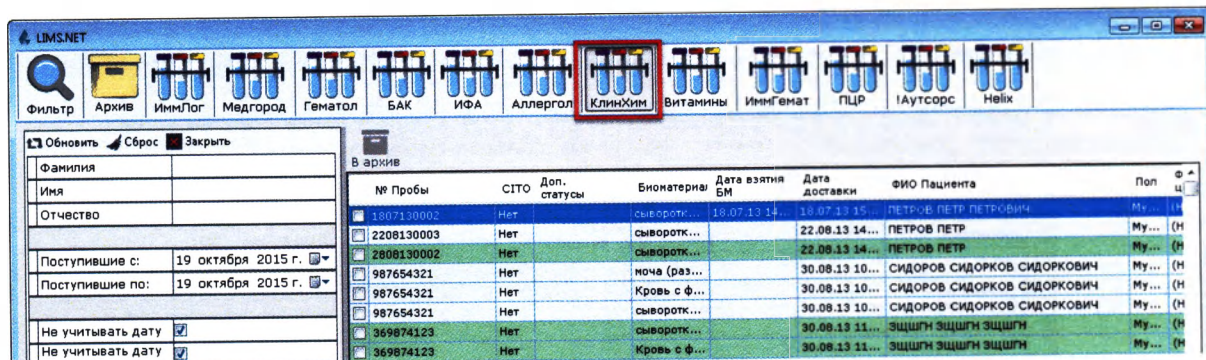

Рисунок 13.20
1. Находясь в журнале «Архив», выберите необходимое подразделение, нажав соответствующую кнопку, например «КлиниХим» (Рисунок 13.20):